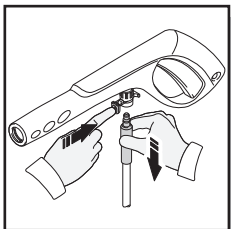
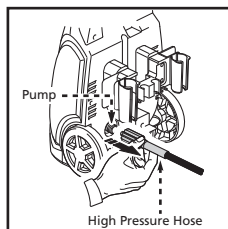

Fig. 23
Fig. 24
- Débranchez le tuyau haute pression du pistolet (Figure 23) et dévissez l'autre extrémité de l'appareil (Figure 24).